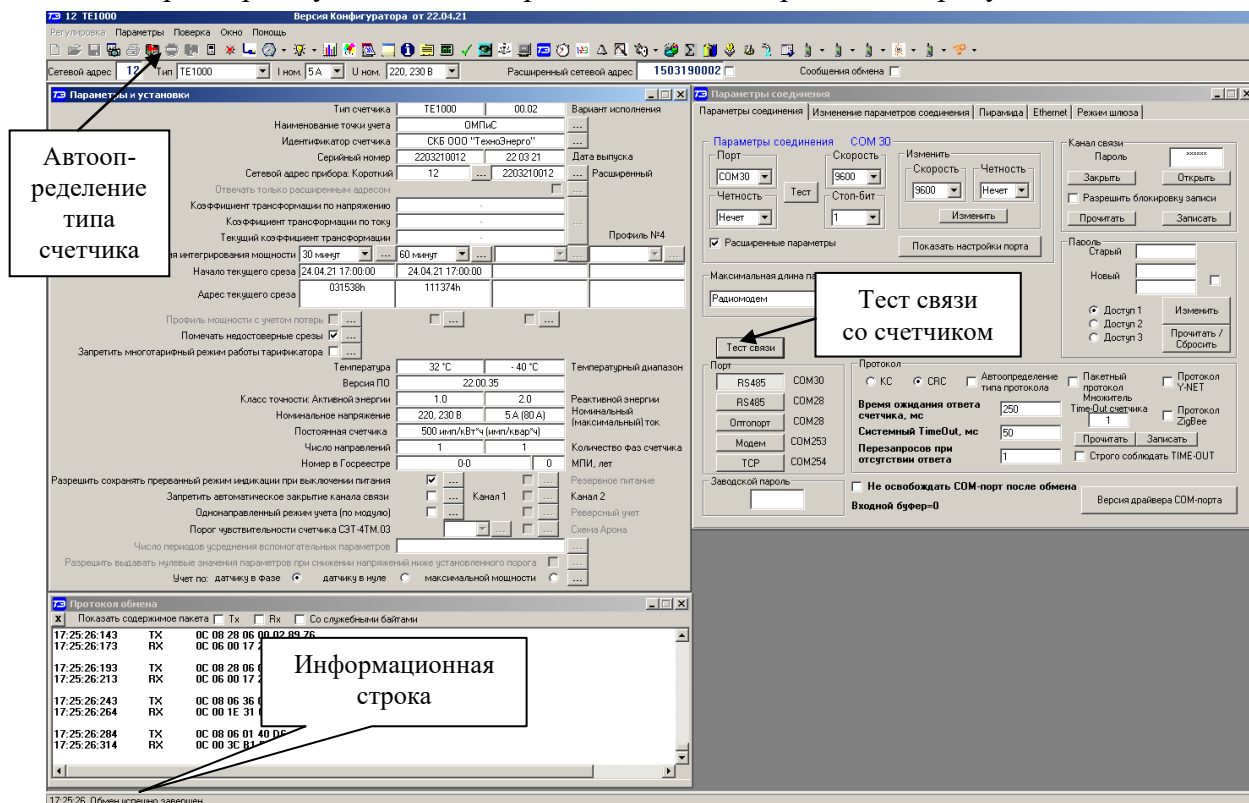

Рисунок 1 – Генеральная форма программы «Конфигуратор СЭТ-4ТМ»
4.8.1.2 Вызов формы производится или из меню «Параметры» или путем нажатия кнопки «Автоопределение типа счётчика», расположенной на панели инструментов генеральной формы (рисунок 1). При этом определяется тип счётчика, заполняются информационные окна «Тип счётчика», «Ином», «Уном» генеральной формы, вызывается форма «Параметры и установки», читаются параметры и заполняются окна формы. Вид формы «Параметры и установки» с прочитанными параметрами приведен на рисунке 4.